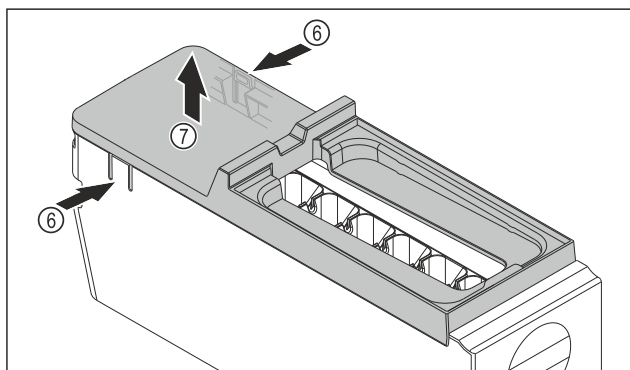

Fig. 106
- ▶ Rimuovere la copertura del corpo dell'EasyTwist-Ice: Con una mano, premere le linguette Fig. 106 (6) su entrambi i lati del corpo dell'EasyTwist-Ice.
- ▶ Con l'altra mano, estrarre verso l'alto la copertura Fig. 106 (7).